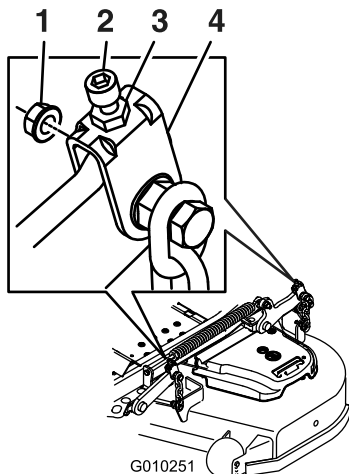

**Figura 88**
12. Para ajustar el sistema de ajuste de un solo punto, afloje los dos pernos situados cerca del borde inferior de la pletina de altura de corte. Consulte Figura 88.
14. Apriete los dos pernos situados cerca del borde inferior de la pletina de altura de corte (Figura 88). Apriete a 37–45Nm (27–33pies-libra).